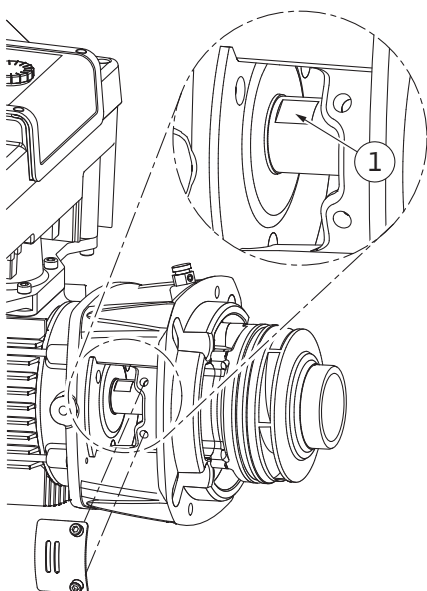

Fig. 105: Plochy kľúča na hriadeľi
14. Do okienka medzikusu zavedte plochý kľúč (SW22 mm) a hriadeľ pevne pridržiňte na plochách kľúča (Fig. 105, pol. 1). Odstukujte maticu obežného kolesa (Fig. I, pol. 22). Obežné koleso (Fig. I, pol. 21) sa automaticky stiahne z hriadeľa.
- Do okienka medzikusu zavedte plochý kľúč (SW22 mm) a hriadeľ pevne pridržiťte na plochách kľúča (Fig. 105, pol. 1).
- Do okienka medzikusu (Fig. IV, pol. 38) zavedte plochý kľúč (SW32 mm) a hriadeľ pevne pridržiťte na plochách kľúča (Fig. 105, pol. 1). Namontujte obežné koleso s podložkami a maticou. Uťahnite maticu. Dávajte pozor, aby ste nepoškodili mechanickú upchávku kvôli hranám.